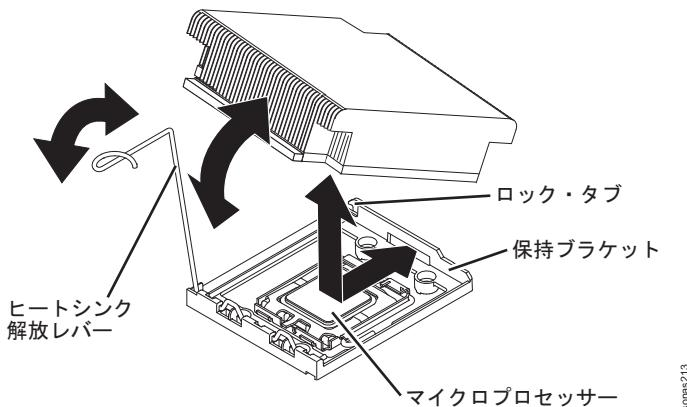

図 42. ヒートシンク解放レバー
- ヒートシンク解放レバーを開いて、完全な開位置にします。 図 42 を参照してください。